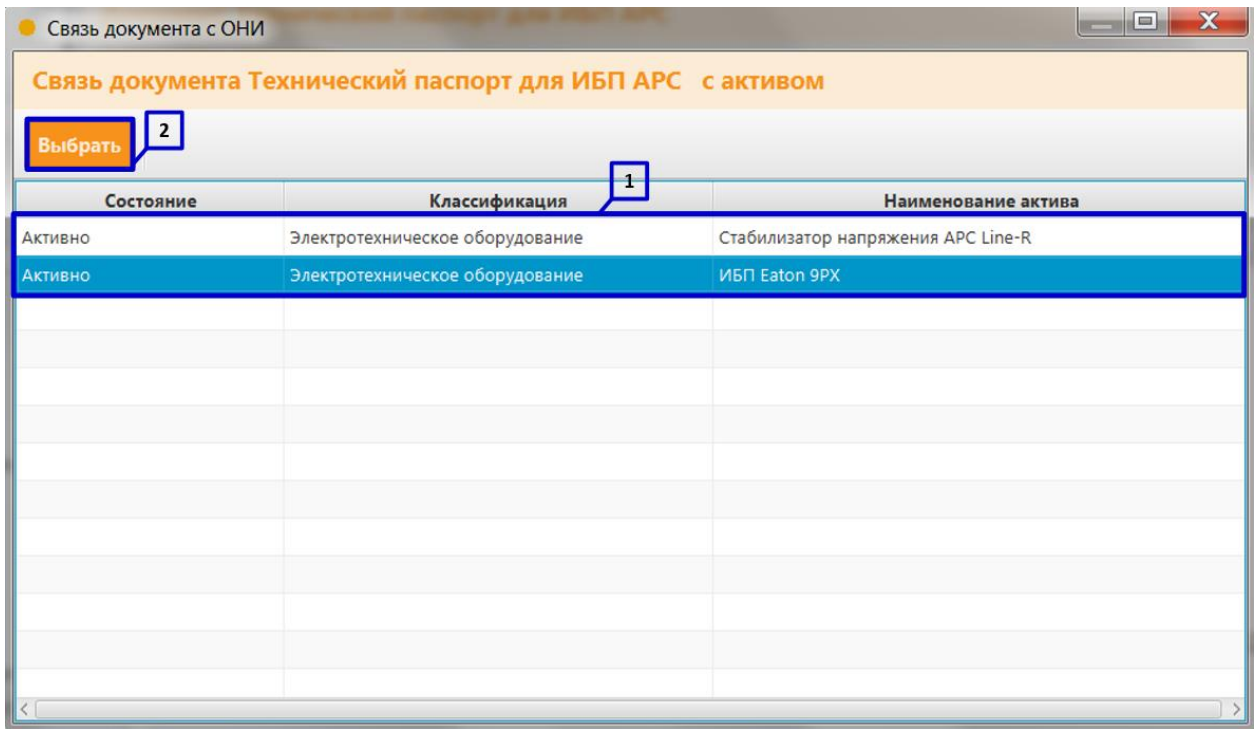

Рисунок 55. Установление связи между документом и активом вкладки «Связанные активы» (Часть 2)
17. Из появившегося списка выберите активы, связанные с документом (**Рисунок 55 пункт 1**);
18. Нажмите на клавишу «Выбрать» (**Рисунок 55 пункт 2**);